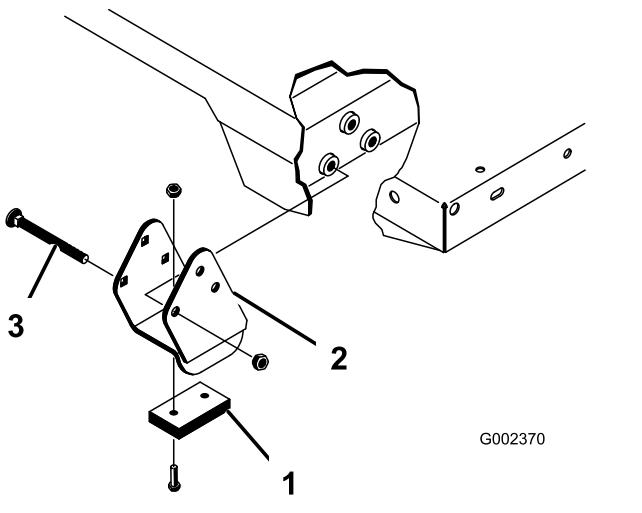

Figure 36
**Remarque:** Les supports entretoises et les cales d'usure (Figure 36) doivent être montés avec les têtes des boulons à l'intérieur de la machine.
2. Placez le plateau sur le cadre de la machine avec précaution et en alignant les trous des plaques de pivot arrière sur ceux du profilé arrière du cadre. Installez ensuite 2 axes et goupilles à anneau (Figure 36).
4. Insérez l'axe par l'extérieur du plateau, la goupille à anneau étant à l'extérieur (Figure 36).